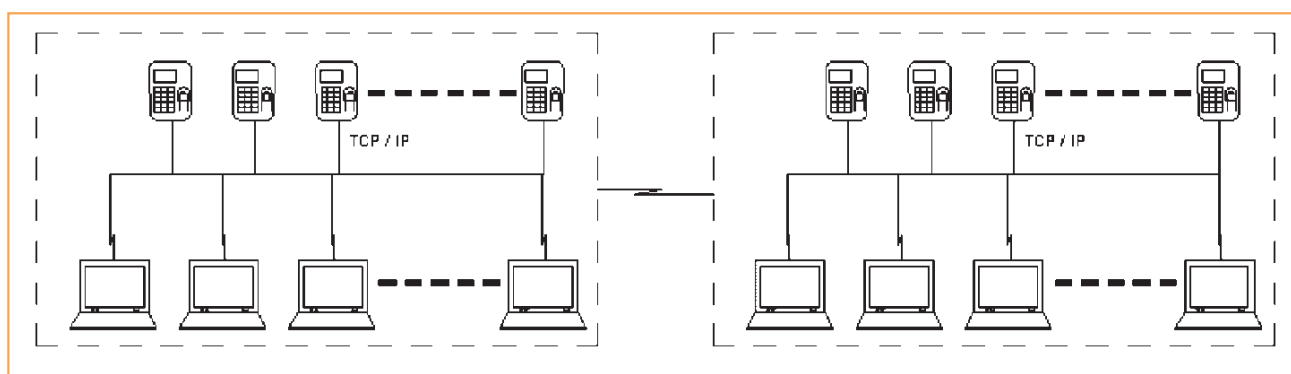

FIGURA 9
- INSTALACIÓN DE UN ILIMITADO NÚMERO DE μ AFIS CONECTADOS A UNO O VARIOS ORDENADORES, LOCAL Y REMOTAMENTE. (FIGURA 9)